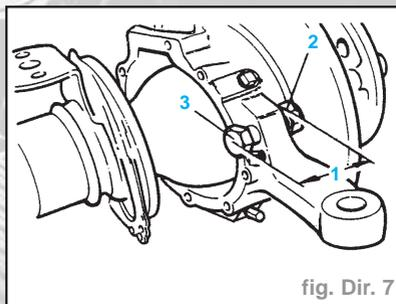

fig. Dir. 7
- Mesurer le dépassement (1) du boulon de butée (Fig. Dir. 7). Il doit être de **40,5 mm.**